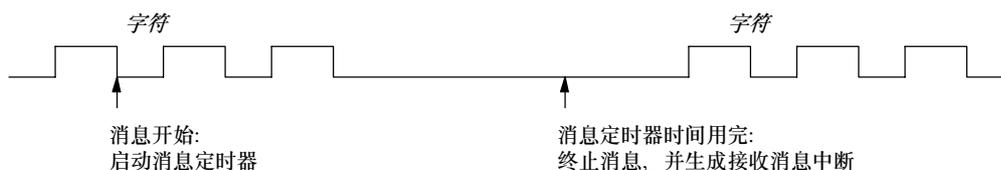

图6-13 使用消息定时器来结束接收指令
3. **消息定时器：**消息定时器在启动消息后指定的时间终止消息。接收消息功能的启动条件一满足，消息定时器就启动。当经过的时间超出SMW92或者SMW192中指定的毫秒数时，消息定时器时间到。见图6-13。